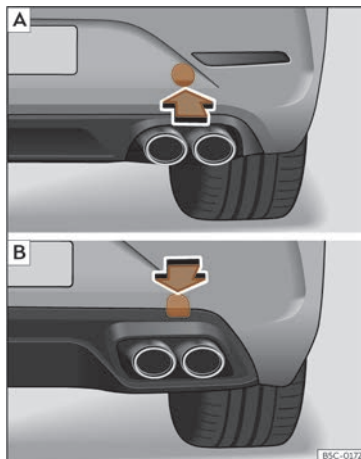

Fig. 50 A la part dreta del para-xocs del darrere: retirar la tapa. [A] Leon Sportstourer; [B] Leon.
L'allotjament de l'argolla de remolc enroscable es troba al costat dret del para-xocs posterior, al darrere d'una tapa»» fig. 50.
- *Leon Sportstourer*: Pressioneu sobre la zona inferior de la tapa»» fig. 50 [A] per desencastar-la. *Leon*: Pressioneu sobre la zona superior de la tapa»» fig. 50 [B] per desencastar-la.